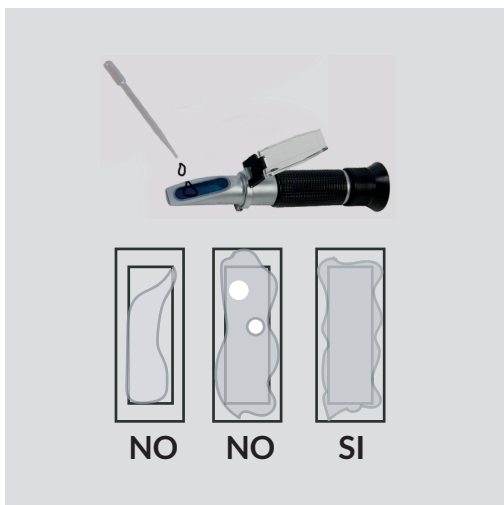

fig. 1
Aprire la piastrina di copertura e posizionare 2/3 gocce di acqua distillata sul prisma principale. Chiudere la piastrina in modo che il liquido si diffonda su tutta la superficie del prisma senza bolle d'aria o punti asciutti, (vedi fig. 1).
1. Posizionare qualche goccia del prodotto alla temperatura di 20°C circa, da misurare sul prisma (B), aprendo la piastrina di copertura (A). Chiudere la piastrina, ed esercitare una leggera pressione affinché il composto si disperda in modo omogeneo, evitando la formazione di bolle d'aria e punti asciutti. (fig.1)
2. Puntare il rifrattometro in direzione di una fonte di luce e guardare nell'oculare. Mettere a fuoco l'oculare con l'anello di regolazione (E). La parte superiore del campo è blu e quella inferiore è bianca. Il valore sulla scala graduata tra i 2 campi blu e bianco è il valore di lettura che identifica i °Brix del prodotto.